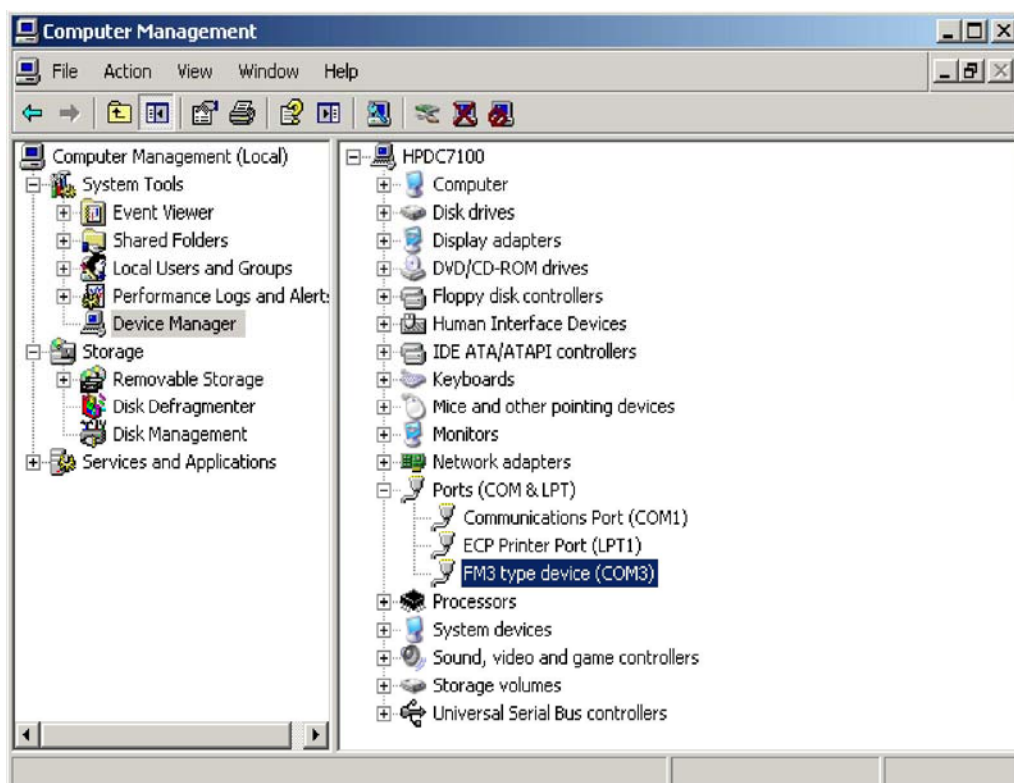

Fig. 1.3.8 Установка драйвера
8) Драйвер должен быть установлен и полностью готов к использованию (рис. 1.3.8).